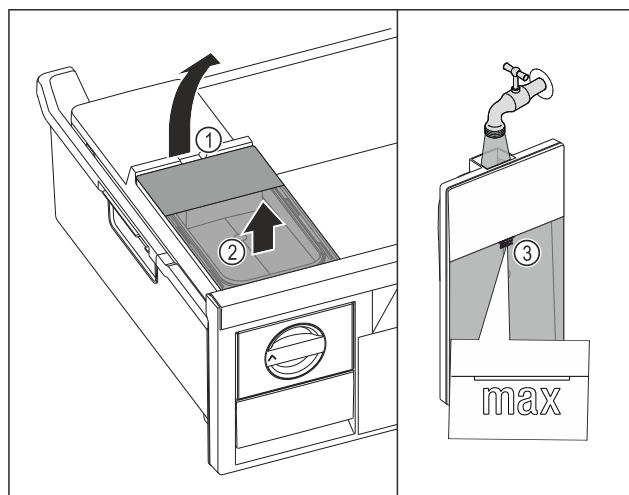

Fig. 164
- Ridicați rezervorul de apă de la degajare Fig. 164 (1).
- Scoateți rezervorul de apă în sus. Fig. 164 (2)
- Umpleți rezervorul de apă până la marcaj Fig. 164 (3) cu apă potabilă.